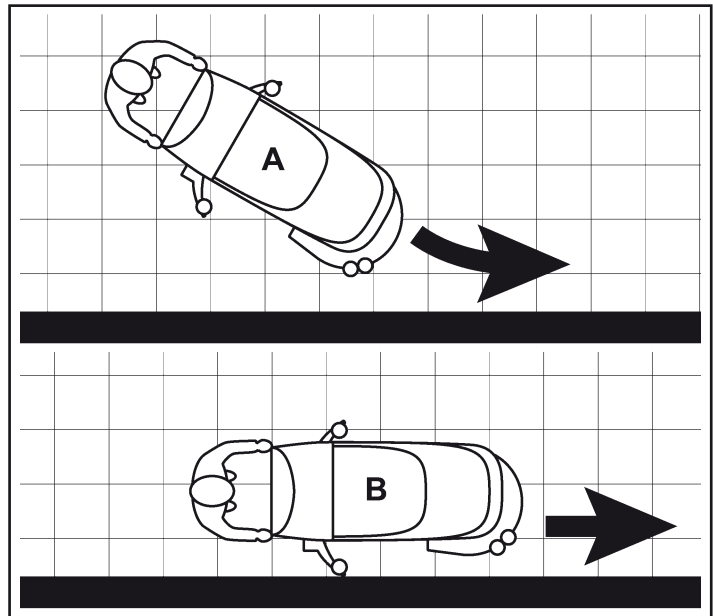
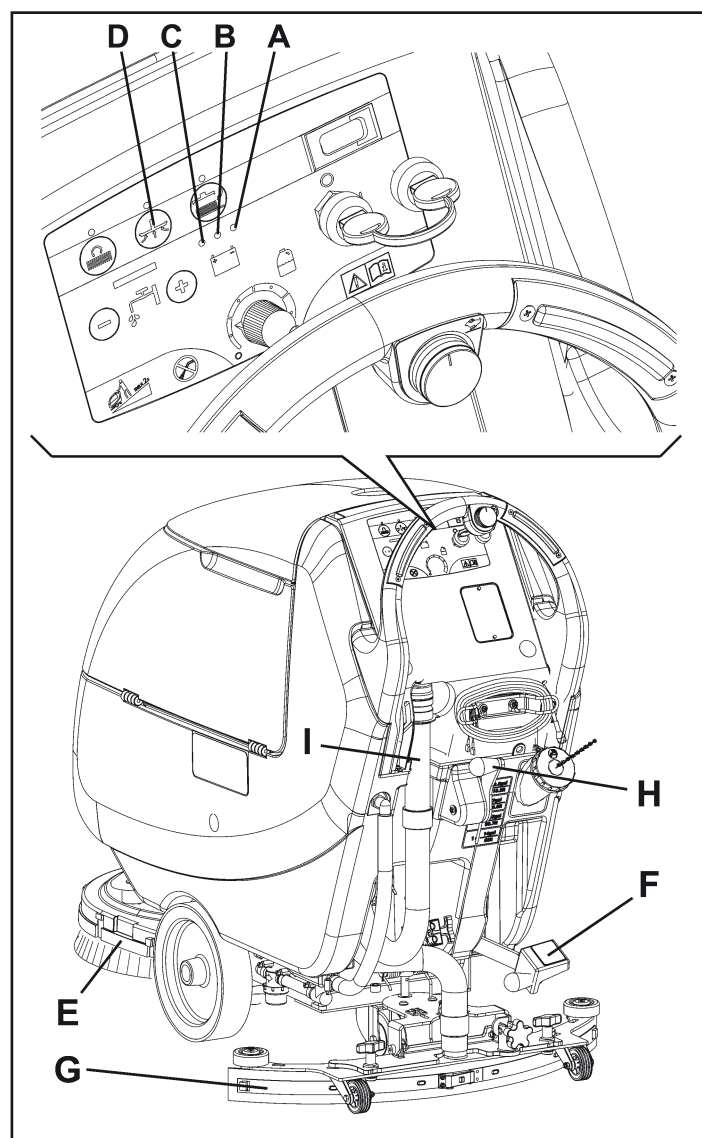
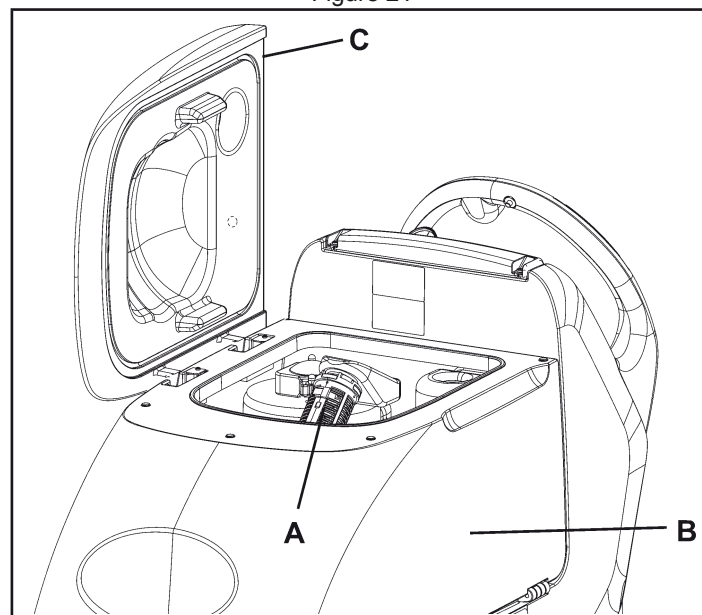

Figure 19
Figure 21
Figure 22
Pour un lavage / séchage correct du sol près du mur, Clarke recommande d'approcher le côté droit de la machine (A et B, Fig. 19), comme illustré dans la figure.
Tant que le témoin lumineux vert (A, Fig. 21) reste allumé, les batteries permettent le fonctionnement normal de la machine.
Un système de fermeture automatique à flotteur (A, Fig. 22) bloque le système d'aspiration lorsque le réservoir d'eau de récupération (B) est plein.
*Si le système d'aspiration s'arrête pour causes accidentelles (par exemple pour l'intervention prématurée du flotteur pendant un déplacement soudain de la machine), pour le démarrer, arrêter le système en appuyant sur le bouton-poussoir (D, Fig. 19), puis ouvrir le couvercle (C, Fig. 22) et vérifier que le flotteur dans la grille (A) est au niveau de l'eau ; enfin, fermer le couvercle (C) et appuyer sur le bouton-poussoir (D, Fig. 19).*
Lorsque le réservoir d'eau de récupération (B, Fig. 21) est plein, le vider en procédant comme suit.
2. Soulever la tête porte-brosses / plateaux support disque (E, Fig. 21) en appuyant sur la pédale (F).
3. Soulever l'embouchure (G) au moyen du levier (H).
5. Vider le réservoir d'eau de récupération au moyen du tuyau flexible (I). Le travail effectué, rincer le réservoir (B, Fig. 22) à l'eau propre.